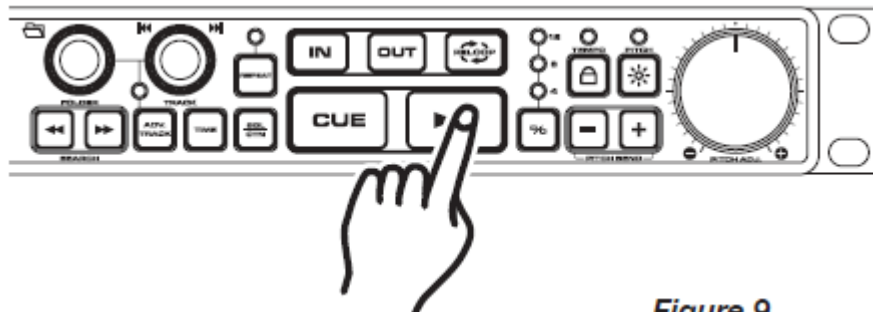

Figure 9
5. INTERRUZIONE DELLA RIPRODUZIONE - FIGURE 9 e 10